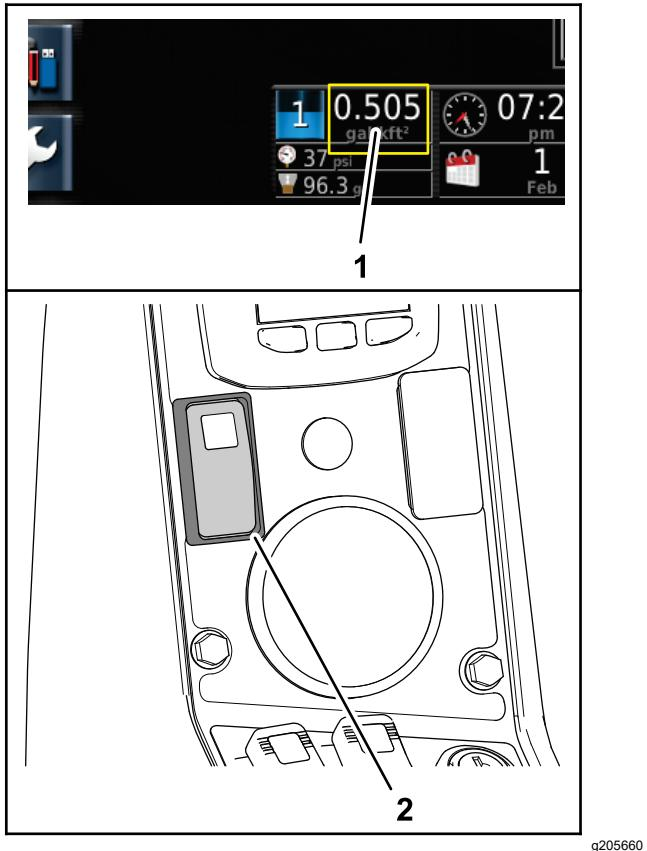

Figura 53
- Ajuste la velocidad del motor hasta que se muestre el caudal de aplicación objetivo en el panel de instrumentos de la consola de control del X25 y ajuste el interruptor de bloqueo del acelerador de la máquina (Figura 53).